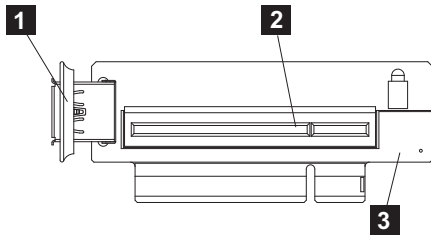

図 204. USB ライザー・カード・アセンブリー (SAN ボリューム・コントローラー 2145-CF8 の図)
7. ディスク・コントローラーと USB ライザー・カード・アセンブリー (**3**) 上の USB 接続 (図 204 の **1**) から、USB サービス・コントローラー・ケーブルを取り外します (99 ページの『SAN ボリューム・コントローラー 2145-CG8 または 2145-CF8 サービス・コントローラー・ケーブルの取り外しと交換』の説明を参照してください)。